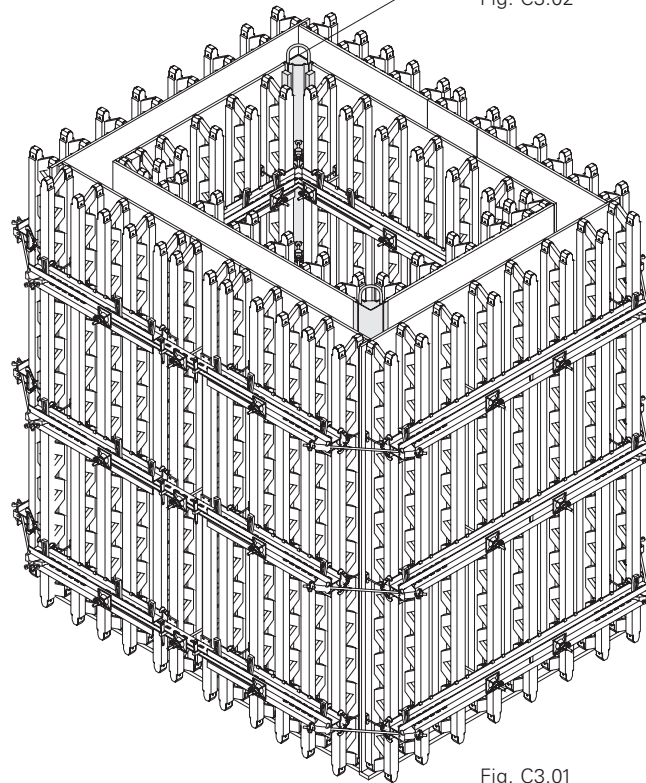

Fig. C3.01
3. Posicionar a cofragem exterior e fixar diagonalmente, usando o ferrolho SKZ, barra DW, porca de orelhas e cunha KZ. (Fig. C3.01)